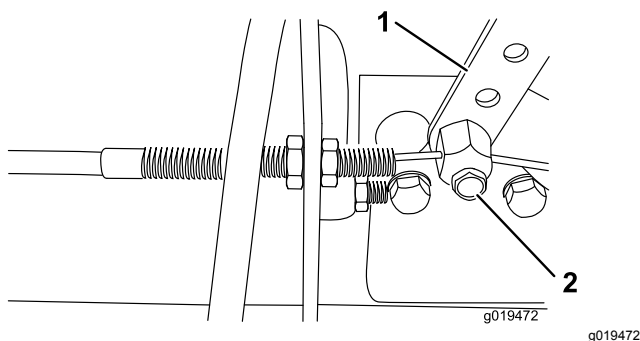

Figure 53
2. Desserrez la fixation du câble d'accélérateur sur le bras du levier de la pompe d'injection (Figure 53).